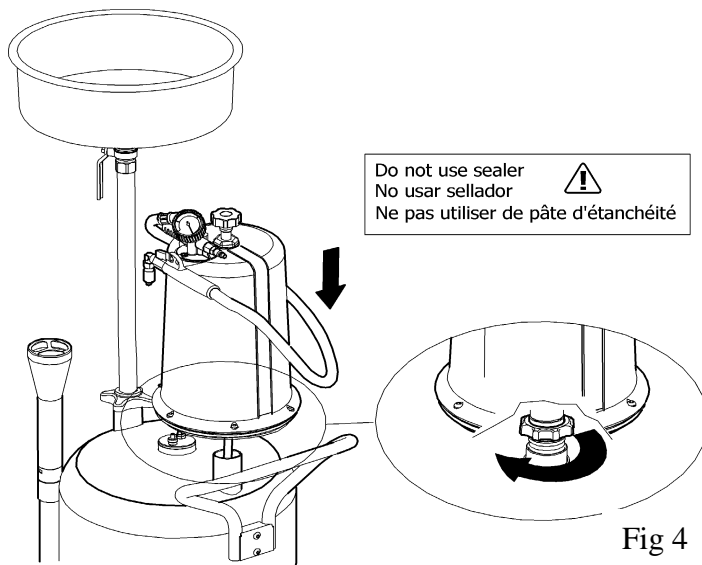

Fig 4
**(FR)** Monter le bol de pré-vidange à l'aide de la bride. Tourner le viseur comme il est indiqué sur la fig.4.